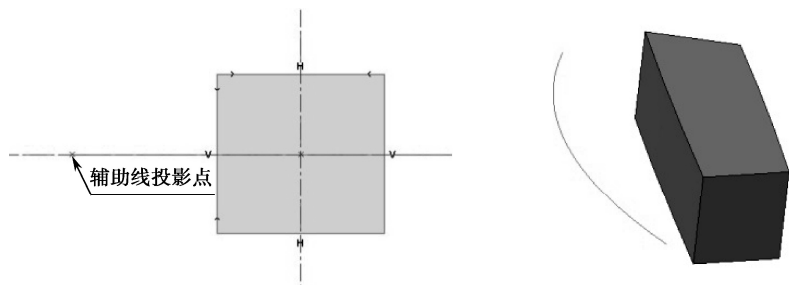

图 4-103 未对齐辅助轨迹线特征
① 单击操控面板中的→，进入草绘界面。此时草绘平面的中心位于原点轨迹线的起始点，并且垂直于原点轨迹线在起始点的起始方向。若截面和轨迹不对齐，形态会和辅助线相差较远，如图 4-103 所示；为更好地控制截面，截面的边界需和辅助轨迹线在草绘平面上的投影点对齐，这样截面能准确地沿着辅助轨迹线的方向进行变化，如图 4-104 所示。